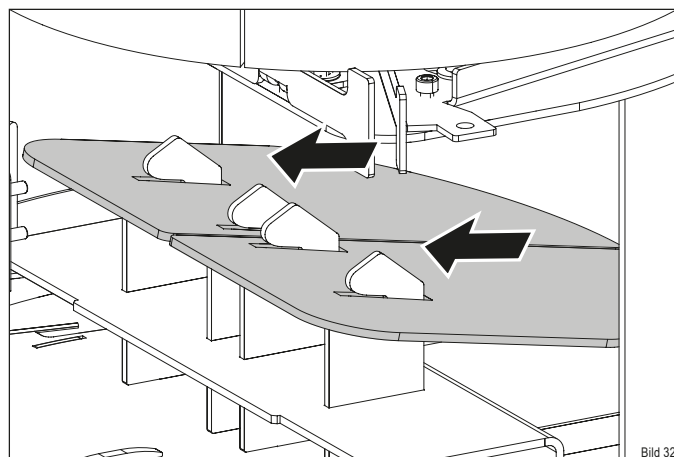

Bild 32
- ▶ Schieben Sie die Umlenbleche nach oben, um sie aus der Halterung zu lösen (Bild 32).